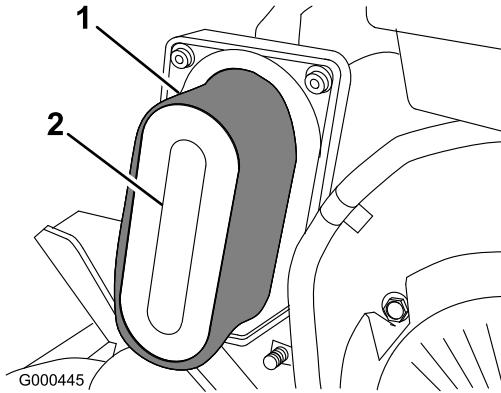

Figura 22
4. Se o elemento de esponja se encontrar sujo, deverá retirá-lo do elemento de papel (Figura 22) e limpe-o cuidadosamente, da seguinte forma: